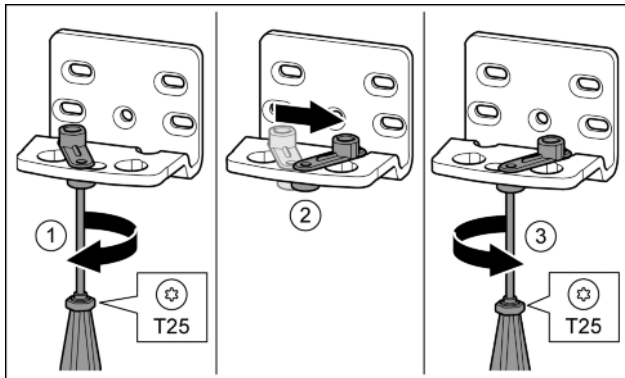

Fig. 12
- ▶ Отпустить винт отверткой T25. Fig. 12 (1)
- ▶ Приподнять фиксатор двери и, повернув на 90° вправо, вставить в отверстие. Fig. 12 (2)
- ▶ Затянуть винт отверткой T25. Fig. 12 (3)